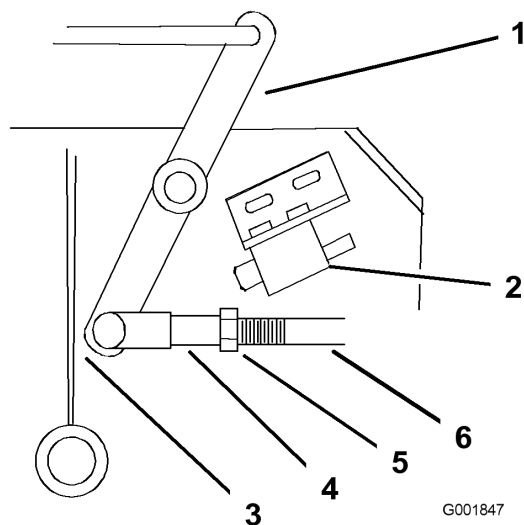

Figura 42
4. Ajuste la longitud del acoplamiento hasta que el extremo inferior de la palanca acodada casi roce el refuerzo del soporte del eje (Figura 42).
9. Afloje la tuerca de la horquilla (Figura 42).